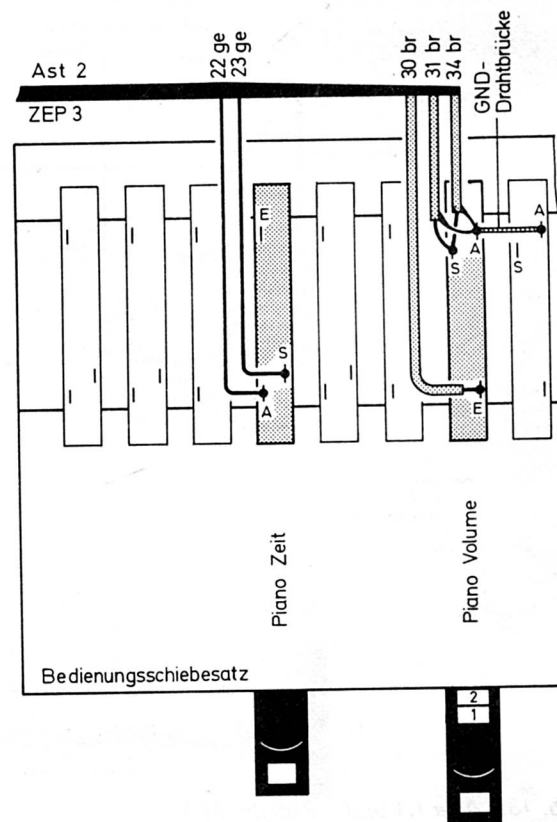

Abb. 15: Ast 2 am Bedienungsschiebesatz
2. Ast 2 nach Abb. 15 am Bedienungsschiebesatz